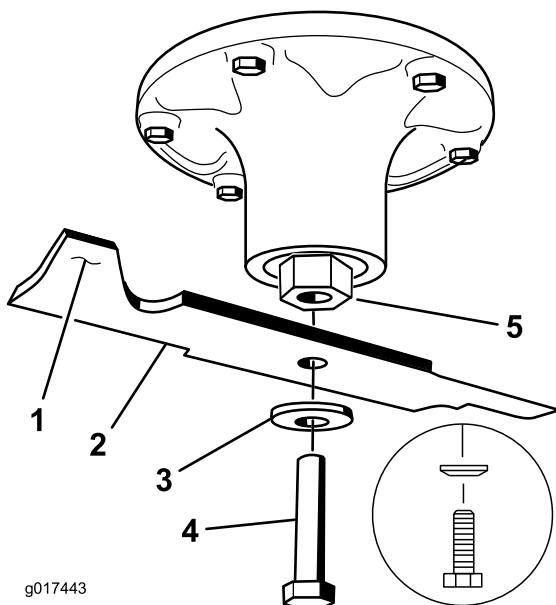

Figura 91
2. Retire del eje el perno de la cuchilla, la arandela curva y la cuchilla (Figura 91).
- Instale la cuchilla en el eje (Figura 91).
- Instale la arandela curva y el perno de la cuchilla (Figura 91).